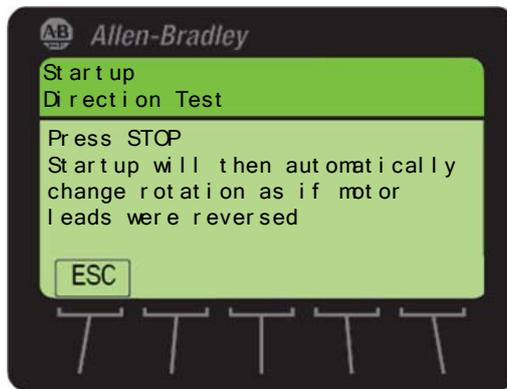

图 1-30 按‘STOP’键
(4) 接下来将要求停止变频器，以使上一个步骤中的方向更改生效。按‘STOP’键停止变频器，如图 1-30 所示。